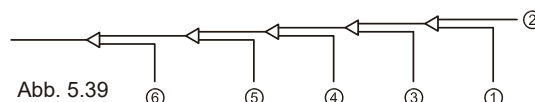

Abb. 5.39
8. Spülen Sie die anderen Öffnungen auf die gleiche Weise und arbeiten Sie dabei der Reihe nach von Innengerät A zu den Außengeräten. Siehe Abb. 5.39